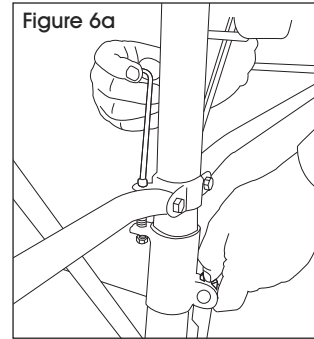

Figure 6a
- Continuez à exercer de la pression. Utilisez la clé Allen incluse pour tourner la vis de réglage située à l'intérieur du pied central dans le sens des aiguilles d'une montre. Serrez le loquet jusqu'à ce qu'il ne puisse pas être relâché à la main. Desserrez de 1/8 po de tour avec la clé Allen. (Voir Figures 6a et 6b)